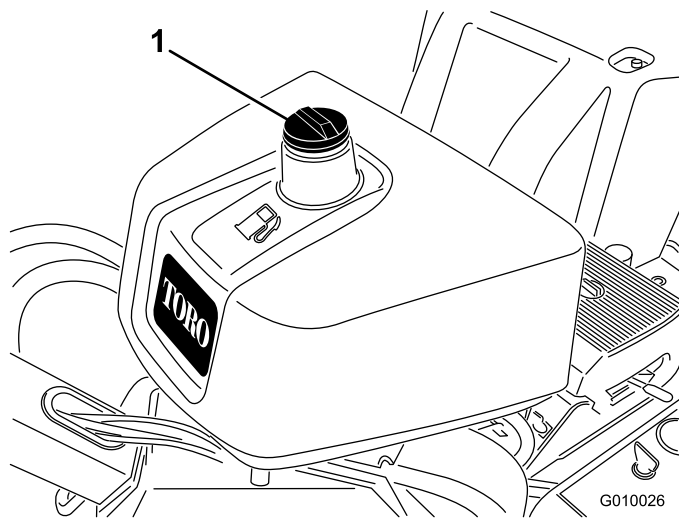

図 15
2. 燃料キャップ (図 15) の周囲をきれいに拭いてキャップ外す。